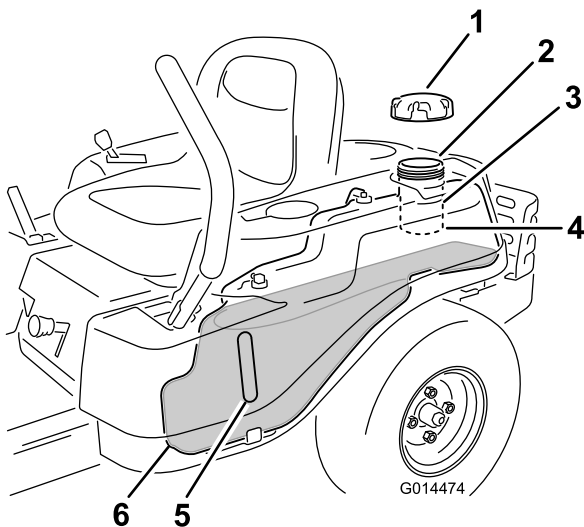

Figure 10
**Remarque:** Vous pouvez utiliser le regard sur le réservoir de carburant pour vérifier la présence d'essence avant de faire le plein (Figure 10).
2. Versez **lentement** de l'essence sans plomb ordinaire jusqu'à ce que le niveau atteigne la base du goulot de remplissage (Figure 10).